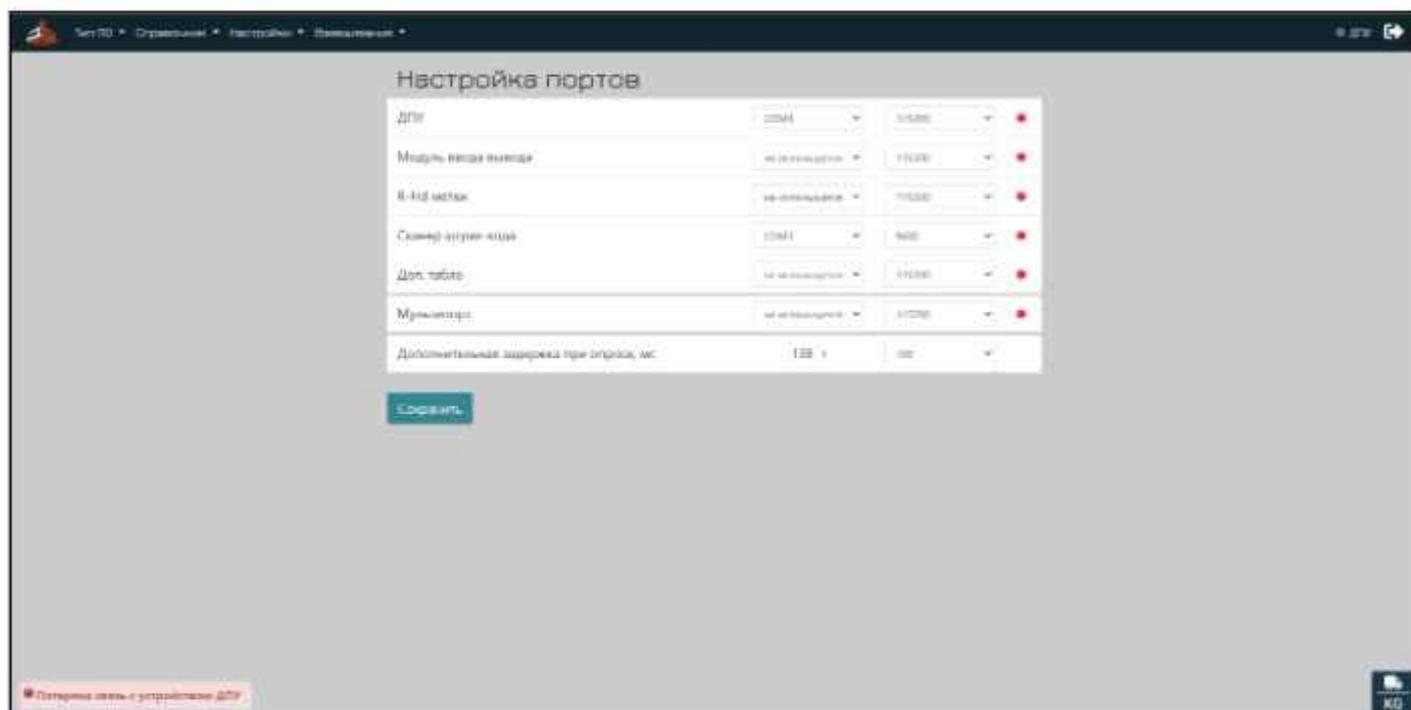

Рис.11
2.3.3. Пункт меню «**Настройки**» - «**Настройка портов**» (Рис.11).